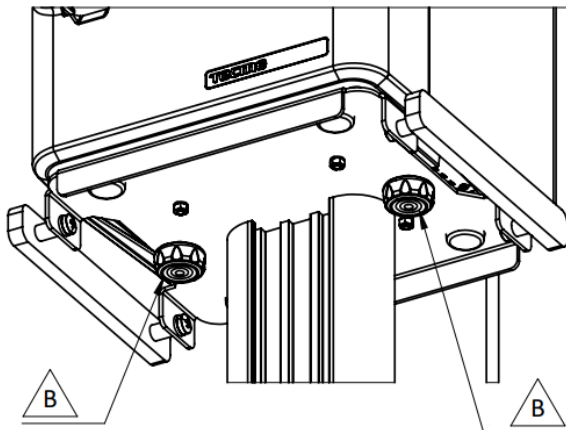

Fig. 3-3 Perillas ajustables.
Luego, asegurar el montaje con las perillas ubicadas debajo de la bandeja (B), girándolas en sentido horario hasta dejar fijo (Fig. 3-3).